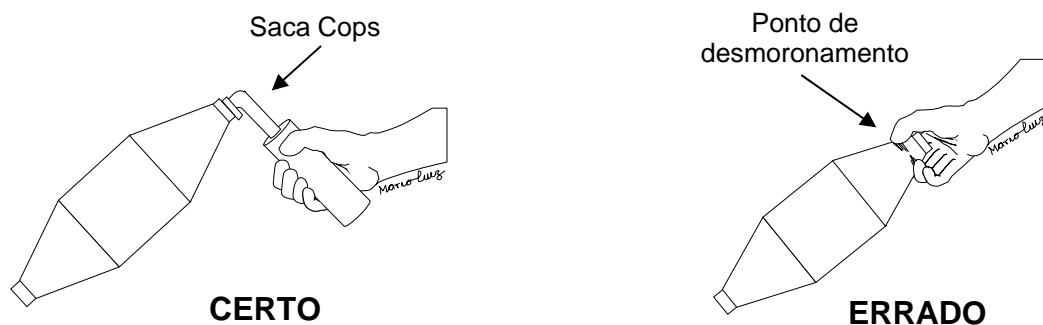

Fig. 02
- Evitar tocar nas laterais do enrolamento do fio, principalmente na embalagem em ceps, neste caso utilizar o saca-ceps (Fig.02), pois qualquer toque pode causar um micro desmoronamento das espiras, que pode se agravar durante o desenrolamento, prejudicando e comprometendo toda a peça.